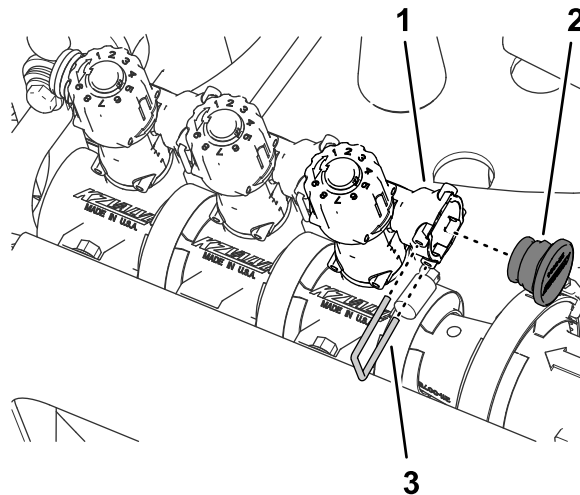

图 67
8. 将栓塞插入旁通阀的快速连接槽内图 67。
9. 使用在步骤 3 中卸下的卡环将栓塞固定到快速连接槽图 67。